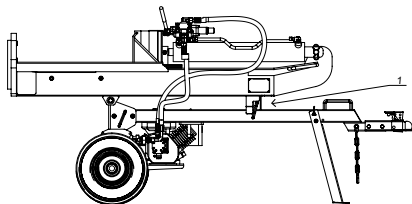

Figure 12
1. Assurez-vous que la tige avant est complètement engagée pour sécuriser le devant de la poutre de la fendeuse de bûches. (See fig. 12)